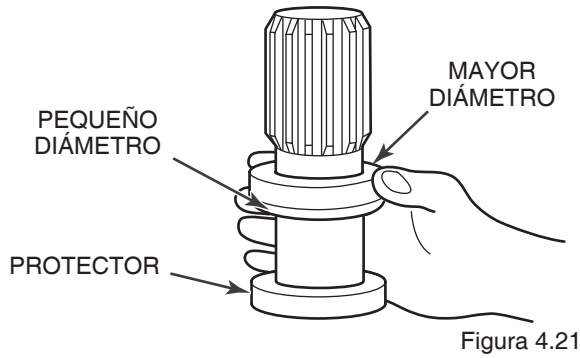

Figura 4.21
5. Instale el nuevo sello en el cuello del eje estriado. Asegúrese que el lado del diámetro pequeño se ajusta en las estrías en primer lugar. Figura 4.21.